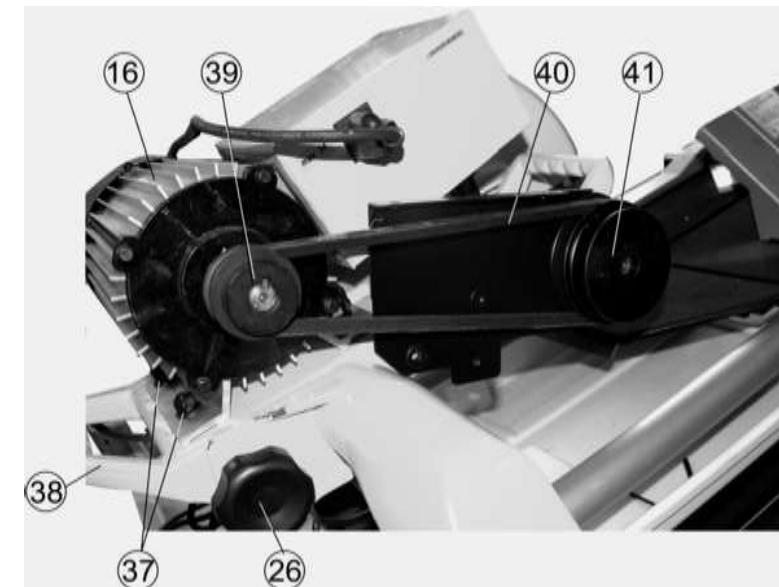

Рис.7.
10.1.2. Для регулировки натяжения ремня привода (40) ослабьте фиксацию двух гаек (37) установки электродвигателя (16), переместите электродвигатель (16) в сторону натяжения ремня привода (40). Удерживая электродвигатель (16), зафиксируйте положение двумя гайками (37), Рис.7.
10.1.3. Чрезмерное натяжение ремня привода (40) может привести к его преждевременному износу, а недостаточное натяжение - к проскальзыванию при нагрузке на шкивах (39 и 41), Рис.7.